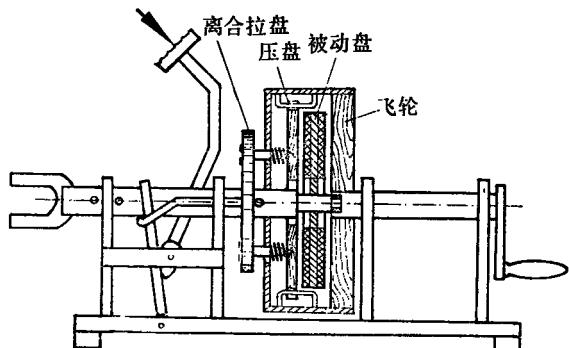

图 8 离合器的分离演示
(4) 将分离拨杆装在离合拨叉的左侧,在一端装上脚踏板。
(5) 将带摩擦片的被动盘放进压盘与飞轮中间,从支架右端穿入离合器轴,使离合器轴上的铁丝轴伸进它的轴承里(见图 8)。然后在右端竖支板的两侧,销住离合器轴,以防左右窜动。再将两个弹簧对称地放进压盘和离合器罩之间,整个模型就作成了。
**2. 离合器的分离** 当拖拉机需要减速、刹车或换挡的时候,都要踩下离合器踏板,使离合器分离,切断动力。演示时用手按下踏板,可以看到分离拉杆的凸轮拨动分离拨叉,通过分离拉杆和离合拉盘,拉动压盘,弹簧被压缩,使被动盘与飞轮、压盘分离。再用手摇动摇把,被动部分就不再跟着转了,从而切断了动力如图 8 所示。